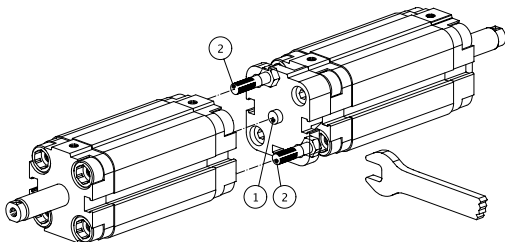

Figura 2 / Figure 2
A questo punto, avvicinare il secondo cilindro con la testata posteriore rivolta verso la flangia appena fissata. Con una idonea chiave, agire sulle due viti a testa esagonale (2) alternandole, in modo da avvitare le stesse sui fori filettati corrispondenti sul cilindro. Procedere in questo modo fino al completo avvitamento delle viti. A questo riguardo vedere figura 2.